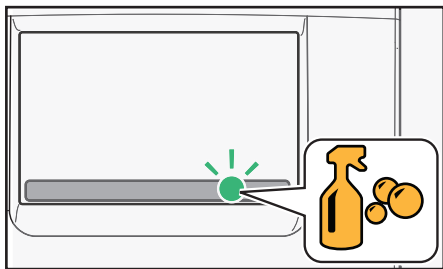

Fig. 5.2 - Rengjøringsikon
2. Fjern dryppbrettet (fig 5.2, 2).
Kjør rengjøringsprogrammet når rengjøringsikonet vises på skjermen (fig. 5.2.)
- Trykk på rengjøringsikonet, som er vises på berøringsskjermen når det er tid for skylling (fig. 5.2)
- Trykk på rengjøringsikonet, som er vises på berøringsskjermen når det er tid for komplett rengjøring (fig. 5.2)